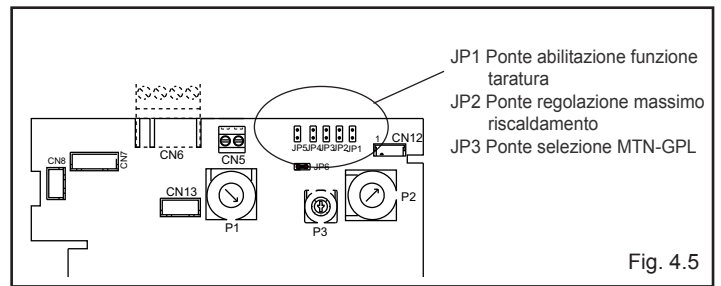

Fig. 4.5
**! La funzione "regolazione elettrica" viene attivata e disattivata esclusivamente dal jumper (JP1) (fig. 4.5).**
- inserire il jumper JP1 (fig. 4.5) per abilitare le manopole poste sul pannello di comando alle funzioni di regolazioni del minimo e del massimo riscaldamento.
- inserire il jumper JP2 (fig. 4.5)
- sulla scheda di controllo (fig. 4.5):